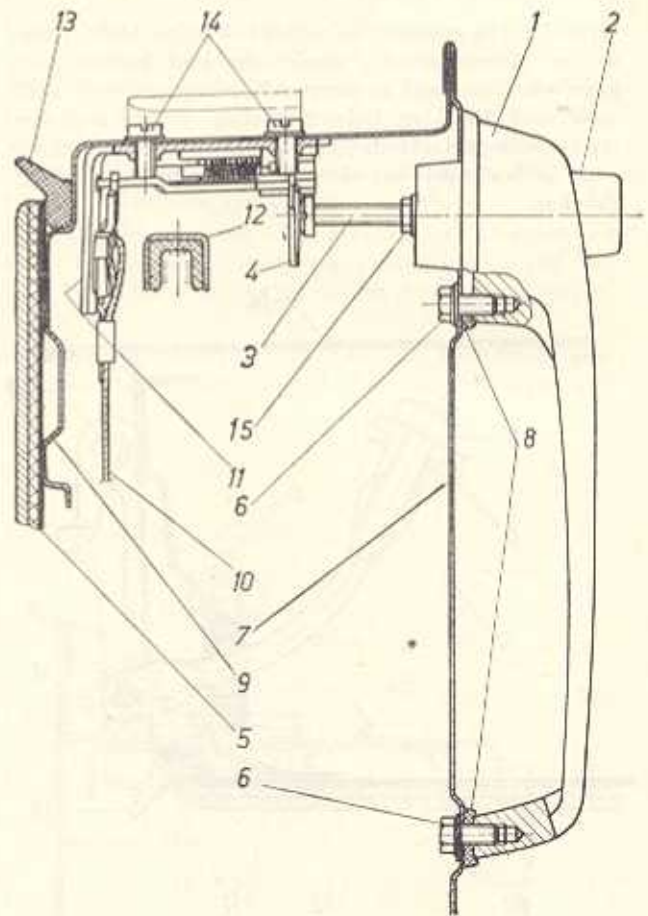

Bild K 31. Türaußengriff
6.2.3.1. Türaußengriff der vorderen Tür (Bild K 31)
6.2.3.2. Türaußengriff der hinteren Tür (Bild K 31)
Der Übertragungshebel ist drehbar auf die Grundplatte genietet, die wiederum mit zwei Sechskantschrauben $M 5 \times 10$ am Türinnenblech angeschraubt ist. Am Hebel ist mit dem Gewindenippel und der Zylinderschraube $M 4 \times 8$ ein Seilzug angeklammert, dessen anderes Ende in einen Haken eingehängt ist. Dieser Haken ist der Teil eines Rasthebels, der das Rastrad im Schloß freigibt (s. Bild K 31).